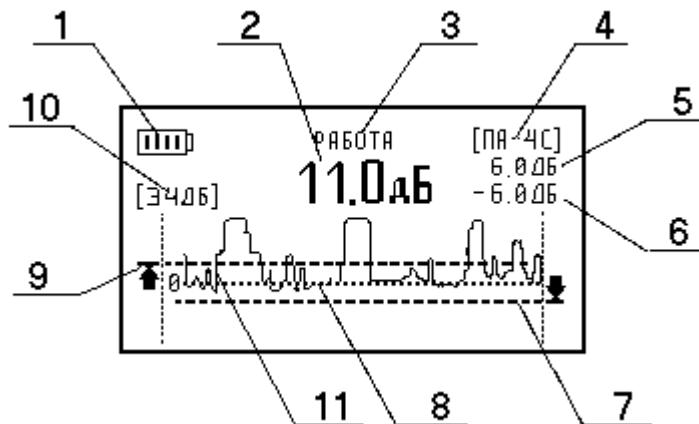

Рис.4.1 Органы индикации дисплея:
4.4 Включить дефектоскоп, нажав кнопку «Ф» ПИТАНИЕ. При этом должен засветиться дисплей. Расположение органов индикации на экране дисплея показано на рис.4.1.
4.6 Если звука по п.4.5 нет, проверить наличие аккумуляторов в отсеке для размещения элементов питания электронного блока. Если звук слышен, но индикатор заряда (рис.4.1, поз.1) сигнализирует о разряде аккумуляторов, то подзарядить их по п.4.9 или заменить разрядившуюся батарею новой.
4.8.1 Индикатор заряда (рис.4.1, поз.1) служит для контроля разряда элементов питания. Количество вертикальных полосок внутри прямоугольника показывает уровень заряда элементов питания.
4.8.2 Индикатор сигнала (рис.4.1, поз.2) показывает значение сигнала в дБ. По значениям этого индикатора можно судить о наличии дефекта.
4.8.3 Индикатор режима работы (рис.4.1, поз.3) служит для отображения режима работы дефектоскопа:
4.8.4 Индикатор типа преобразователя (рис.4.1, поз.4) отображает определяемый автоматически тип подключенного к электронному блоку преобразователя. При отключенном преобразователе индикатор отображает «...».
4.8.5 Индикатор верхнего порога (рис.4.1, поз.5) предназначен для отображения значения верхнего порога АСД.
4.8.6 Индикатор нижнего порога (рис.4.1, поз.6) предназначен для отображения значения нижнего порога АСД.
4.8.7 Линия нижнего порога (рис.4.1, поз.7) используется для визуализации значения нижнего порога АСД.
4.8.8 Линия нулевого уровня (рис.4.1, поз.8) определяет уровень, относительно которого отсчитывается значение сигнала (рис.4.1, поз.2). Этот уровень настраивается в режиме работы «КОМПЕНСАЦИЯ».
4.8.9 Линия верхнего порога (рис.4.1, поз.9) используется для визуализации значения верхнего порога АСД.
4.8.10 Индикатор масштаба (рис.4.1, поз.10) предназначен для отображения значения масштаба. Масштаб – это максимальное значение сигнала, выводимое на осциллограмме сигнала (рис.4.1, поз.11).
4.8.11 Осциллограмма сигнала (рис.4.1, поз.11) графически отображает сигнал на дисплее.
4.9.1 Проверка уровня заряда аккумуляторов осуществляется по индикатору заряда (рис.4.1, поз.1). При необходимости подзарядки аккумуляторов вынуть их и вставить в зарядное устройство, входящее в комплект поставки дефектоскопа или аналогичное. Включить устройство в сеть переменного тока напряжением 220 В. В случае полного разряда аккумуляторов время заряда составляет около 16 часов.
5.4.1 Установка режима работы (рис.4.1, поз.3) осуществляется нажатием кнопки «➡» ВВОД. Переключение режимов работы осуществляется циклически: «РАБОТА» – «ВЕРХНИЙ ПОРОГ» – «НИЖНИЙ ПОРОГ» – «КОМПЕНСАЦИЯ».
5.6.2 Кнопкой «» ВВОД установить режим работы (рис.4.1,поз.3) «ВЕРХНИЙ ПОРОГ» по п.5.4.1.
При этом на дисплее изменяется значение индикатора верхнего порога (рис.4.1, поз.5) и положение линии верхнего порога (рис.4.1, поз.9).
Если значение верхнего порога превысит установленное значение масштаба (рис.4.1, поз.10), то стрелка в левой части дисплея станет сдвоенной. Это означает, что линия верхнего порога находится за пределами дисплея.
5.6.4 Кнопкой «» ВВОД установить режим работы (рис.4.1, поз.3) «РАБОТА» по п.5.4.1.
5.7.2 Кнопкой «» ВВОД установить режим работы (рис.4.1, поз.3) «НИЖНИЙ ПОРОГ» по п.5.4.1.
При этом на дисплее изменяется значение индикатора нижнего порога (рис.4.1, поз.6) и положение линии нижнего порога (рис.4.1, поз.7).
Если значение нижнего порога превысит установленное значение масштаба (рис.4.1, поз.10), то стрелка в правой части дисплея станет сдвоенной. Это означает, что линия нижнего порога находится за пределами дисплея.
5.7.4 Кнопкой «» ВВОД установить режим работы (рис.4.1, поз.3) «РАБОТА» по п.5.4.1.
5.8.2 Кнопкой «» ВВОД установить режим работы (рис.4.1, поз.3) «КОМПЕНСАЦИЯ» по п.5.4.1.
5.8.3 Установить преобразователь в бездефектной зоне контролируемого объекта. Перемещать преобразователь в бездефектной зоне до тех пор, пока сигнал не будет скомпенсирован до нулевого уровня. При этом сигнал на осциллограмме в пределах всего дисплея должен располагаться у линии нулевого уровня (рис.4.1, поз.8) и значения индикатора сигнала (рис.4.1, поз.2) должны быть равными нулю.
5.8.4 Кнопкой «» ВВОД установить режим работы (рис.4.1, поз.3) «РАБОТА» по п.5.4.1.